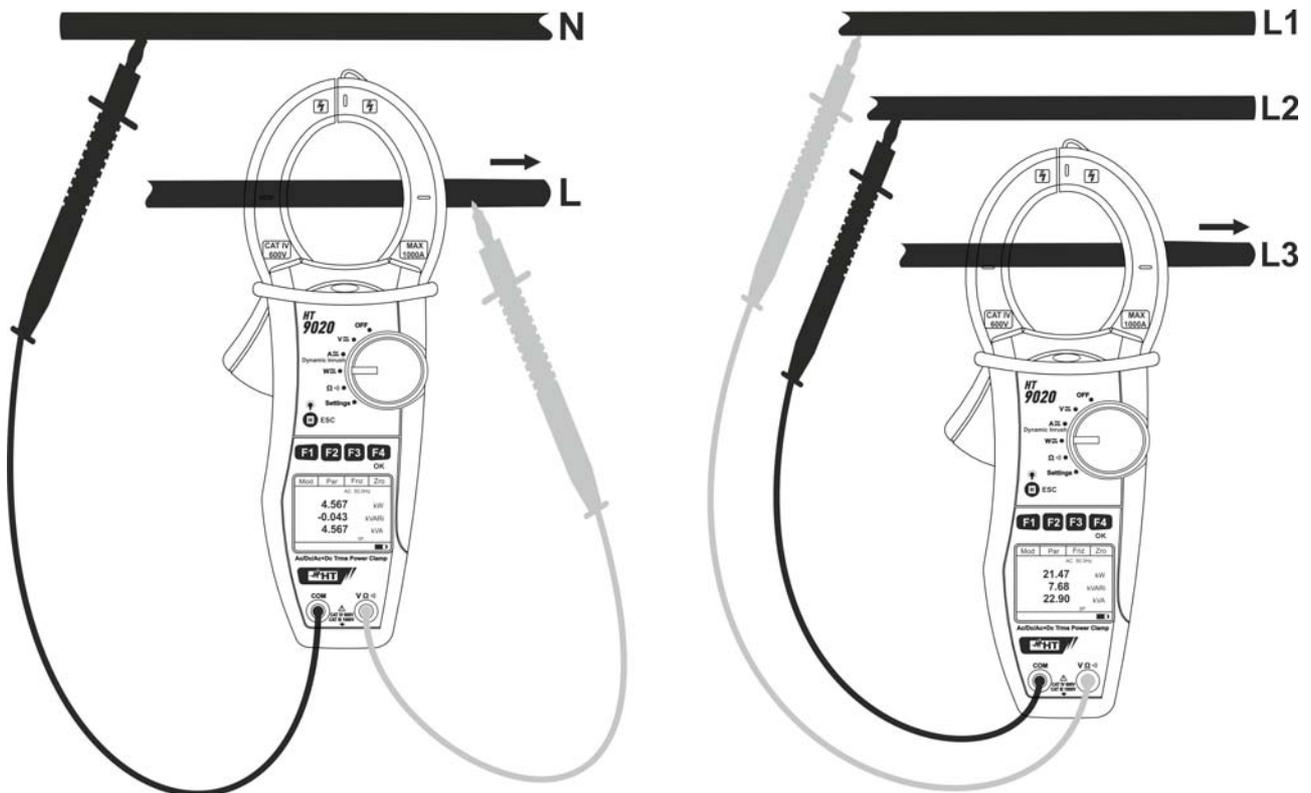

Fig. 12 : Mesure de puissance AC/AC+DC en systèmes 1-phasés et 3-phasés équilibrés
5. Insérer le câble rouge dans l'entrée **VΩ[~]**) et le câble noir dans l'entrée **COM** et effectuer les connexions comme indiqué en Fig. 12 en fonction du type de système testé. Mettre les câble de phase sur les mâchoires de la pince en respectant la direction du courant indiquée par les flèches (voir Fig. 12). Insérer le câble au centre des pinces afin d'obtenir les mesures les plus précises possibles. Utiliser les marques en guise de références (voir Fig. 2).